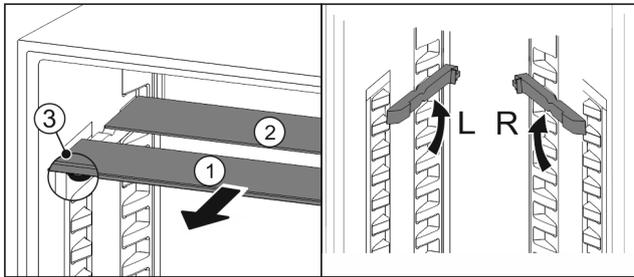

Fig. 123
- Sortir les tablettes par l'avant Fig. 123 (1).
- ▷ La tablette en verre Fig. 123 (1) avec bordure décorative est située à l'avant.
- ▷ Les butées Fig. 123 (3) sont orientées vers le bas.